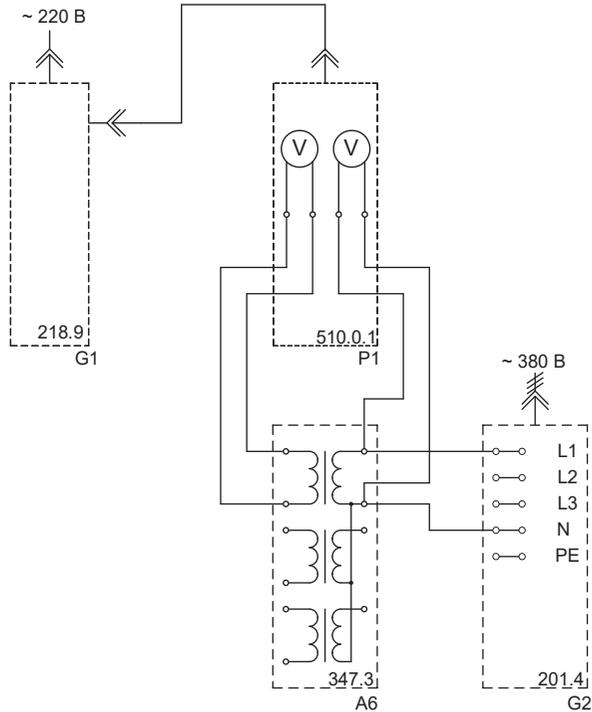

Рис. 1.1
- Соедините аппаратуру в соответствии со схемой электрической соединений, представленной на рис. 1.1.